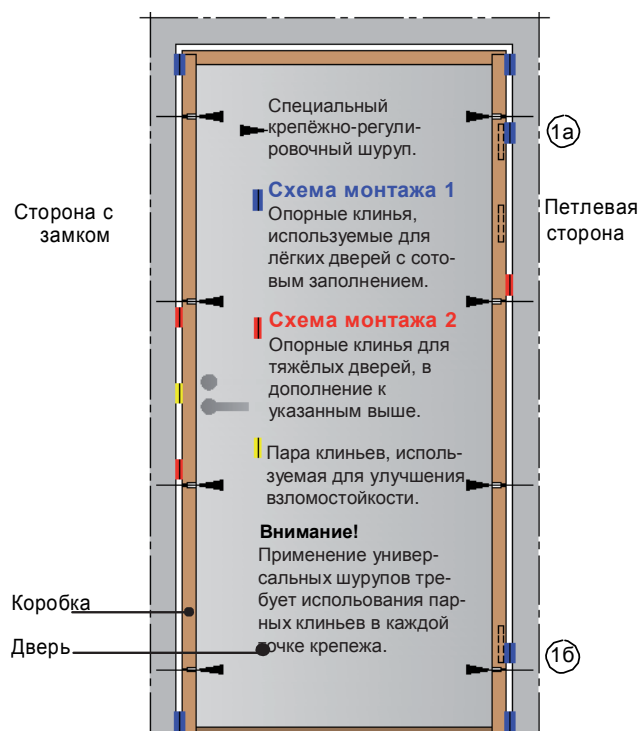

Рис. 1. Крепёж дверной коробки к стене в монтажном проёме.
3. Надёжно закрепить верх и низ петлевой стороны коробки с помощью шурупа и парных клиньев (в точках крепежа 1а и 1б на рис. 1). Если коробка используется без порога, сначала закрепить нижний шуруп (1б).